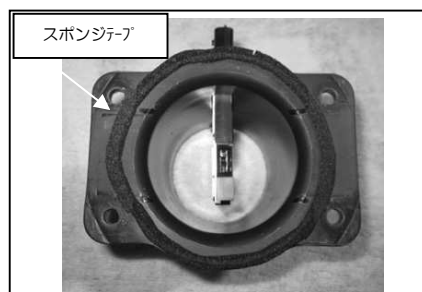

図 6
- ③エアフロアダプターフランジ部へスポンジテープを貼り付けます。図 6 参照